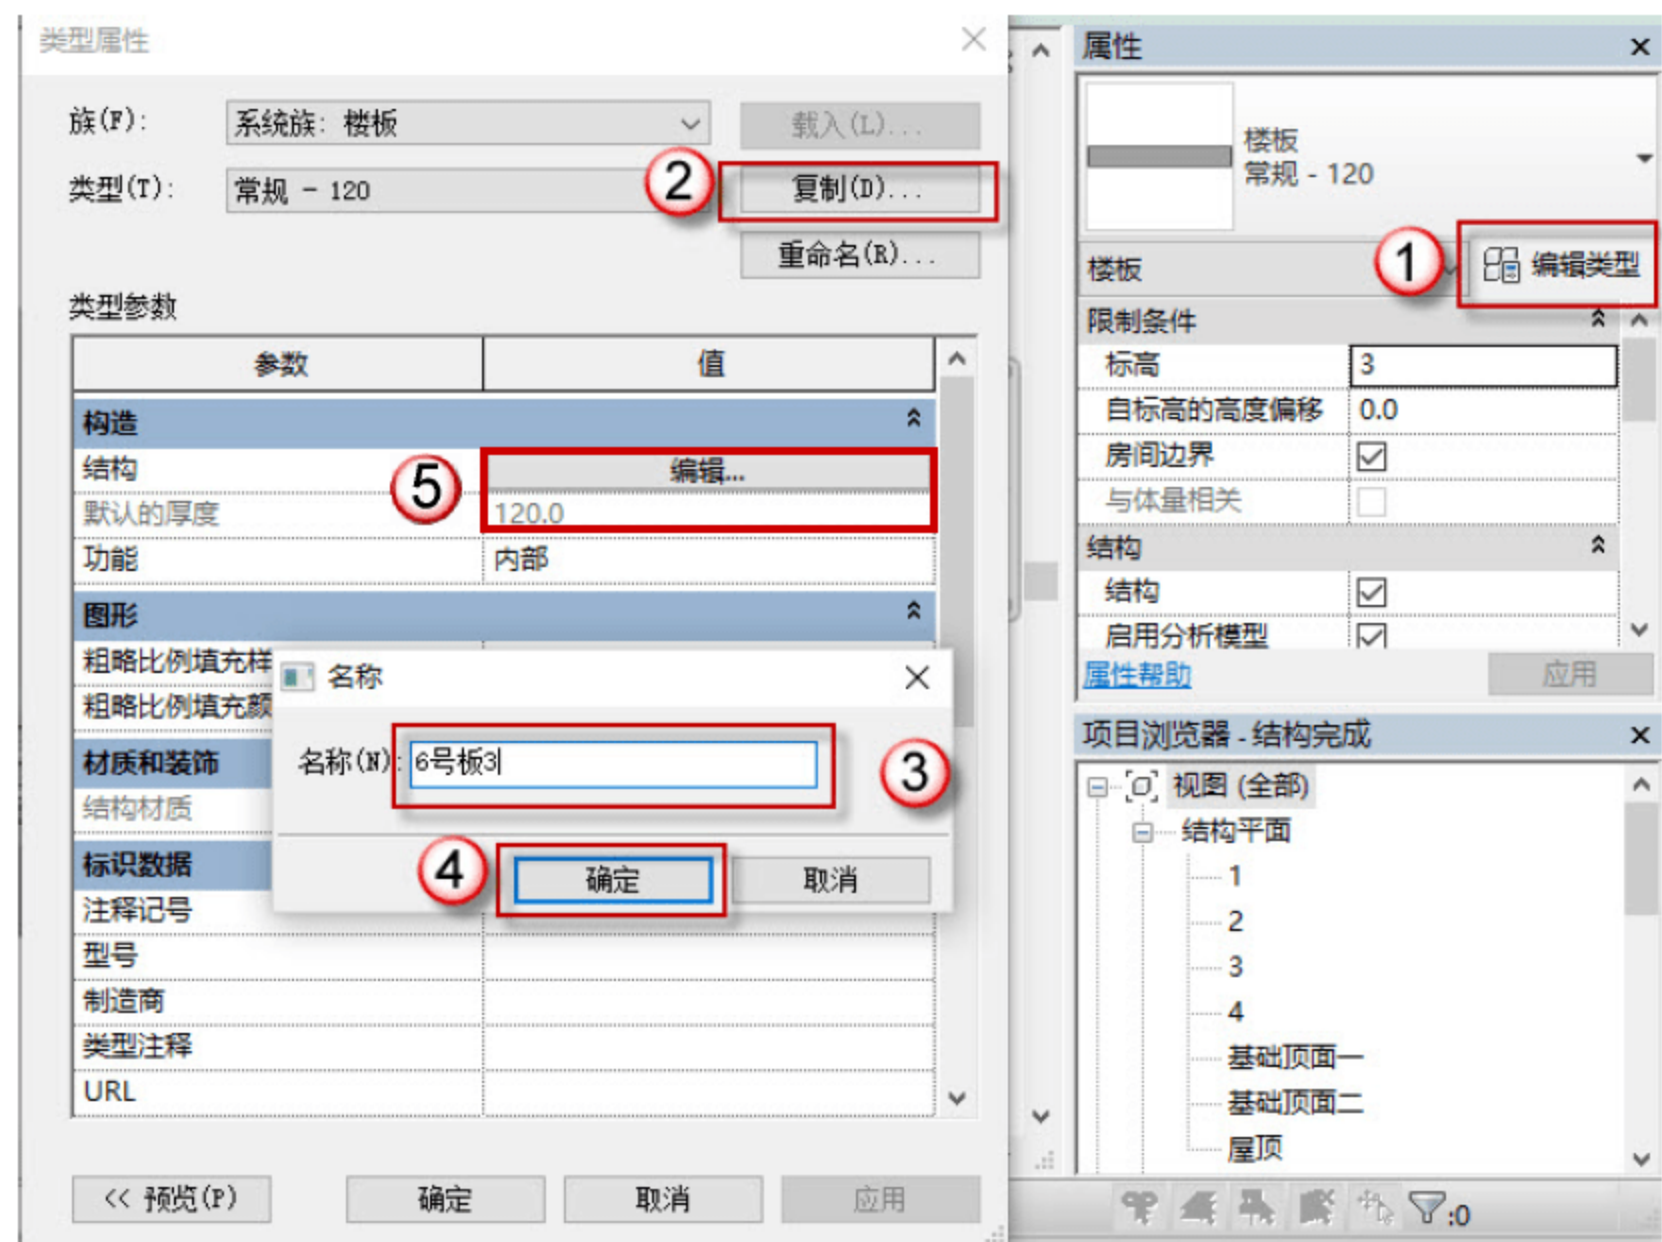

图 4.4.27 修改 6 号板
(7) 修改 6 号板，选中 6 号板，单击“编辑类型”按钮，在弹出的对话框中，单击“复制”按钮，在弹出的对话框中命名为“6 号板 3”，单击“确定”按钮。单击“编辑”按钮，修改板厚为 120，如图 4.4.27 所示。